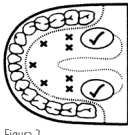

Figura 2
- Uso oral:** Coloque el termómetro bajo la lengua como indica la posición  mostrada en la Figura 2. Cierre la boca y respire uniformemente por la nariz para evitar que el aire inhalado/exhalado influya en la medición.